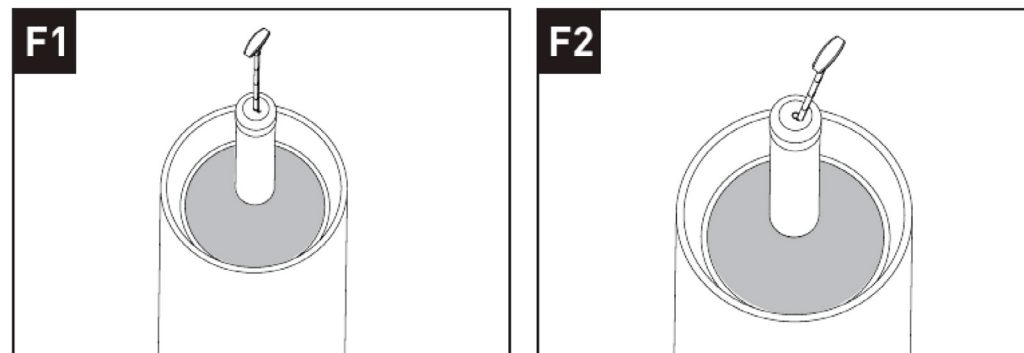

Рис. 5
- Погрузите торец цилиндра в смазку и вытяните рукоятку штока. Смазка будет вытягиваться в цилиндр (F1 Рис. 5).
- Полностью вытяните и зафиксируйте шток (F2 Рис. 5).